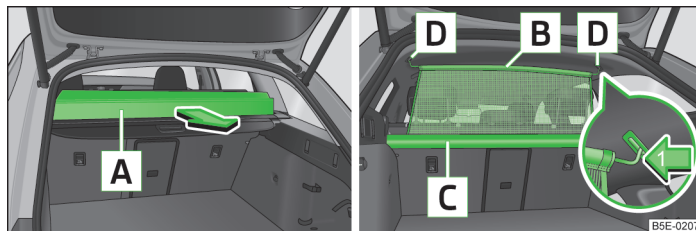
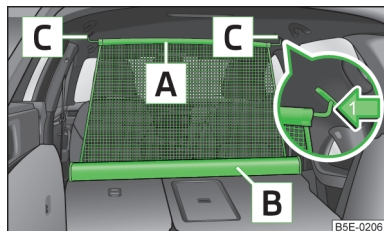

Fig. 101 Deschideți o parte a capacului rulant al portbagajului / peretele despărțitor din plasă din spatele banchetei spate în stare scoasă
Fig. 103
- Asigurați-vă că bara transversală a peretelui despărțitor din plasă este bine suspendată în punctele de fixare [D] » fig. 101 la pagina 104, respectiv [C] » fig. 103 la pagina 105.
- Deschideți o parte a capacului rulant al portbagajului [A] în sensul portbagajului » fig. 101.
- Deschideți o parte a capacului rulant al portbagajului **A** în sensul portbagajului » fig. 101.
- Trageți peretele despărțitor de bara transversală de sus **A**, pentru a-l scoate din carcasa **B** » fig. 103.